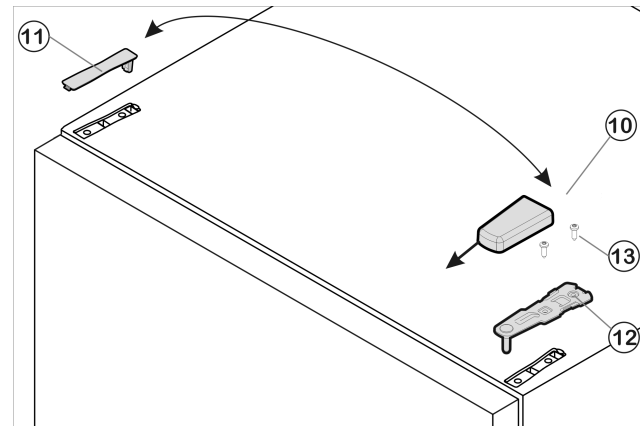

Fig. 17
- Enlever le cache Fig. 17 (10) en le tirant vers l'avant, puis vers le haut.
- Retirer le cache Fig. 17 (11).
- Dévisser la charnière supérieure Fig. 17 (12) (2 vis Torx 25) Fig. 17 (13) et l'enlever par le haut.
- Placer la charnière supérieure Fig. 17 (12) sur le nouveau côté charnière dans la porte.
- Visser le support d'appui supérieur Fig. 17 (12) avec un couple de serrage de **3 lb-ft (4 Nm)** (2 Torx 25) Fig. 17 (13). Pointer les trous de vissage ou utiliser une visseuse sans fil.
- Faire encliqueter le cache Fig. 17 (10) et le cache Fig. 17 (11) du côté opposé.